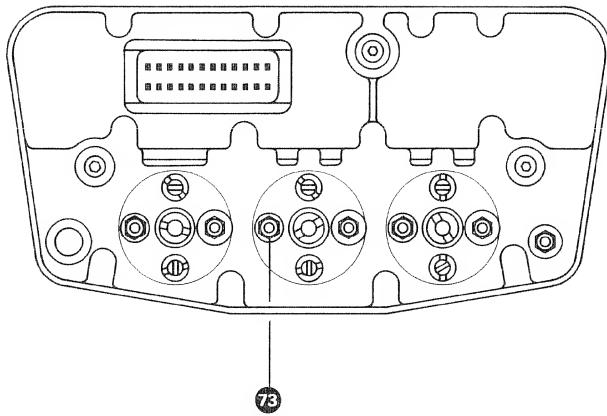

Fig. 7.2.-5
5. Adjust record head to maximum output level with nut **73** (fig. 7.2.-5). (delayed indication, so adjust especially slowly)
4. Tonfrequenz-Millivoltmeter wechselweise an Leistungs-Ausgang 1 **16** und 2 **36** anschliessen und mit Mutter **73** (Fig. 7.2.-5.) auf maximale, identische Ausgangspegel einjustieren.
4. Connect AF millivoltmeter alternately to line outputs channel 1 **16** and channel 2 **36**; adjust record head for maximum identical output levels by means of nut **73** (fig. 7.2.-5.).